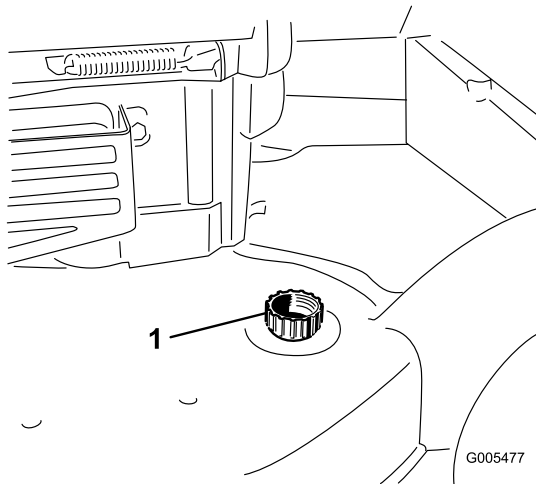

Bild 34
4. Befestigen Sie einen Gartenschlauch, der an einen Wasserhahn angeschlossen ist, am Wasseranschluss (Bild 34).